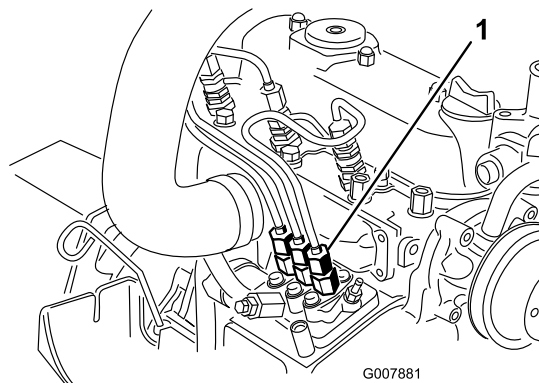

Bild 41
1. Legen Sie einen Lappen unter den Schlauchanschluss von der Einspritzpumpe zur 1. Einspritzdüse, siehe Bild 41.